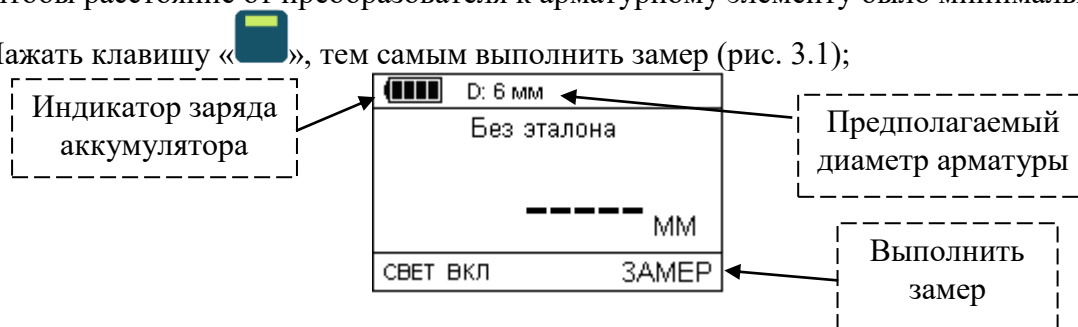

Рисунок 3.1 – Выполнение замера без применения эталонного образца
3. Нажать клавишу «», тем самым выполнить замер (рис. 3.1);